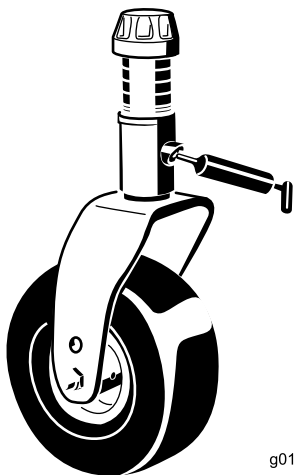

Figura 46
- Um casquilho de eixo da forquilha da roda giratória (Figura 46)